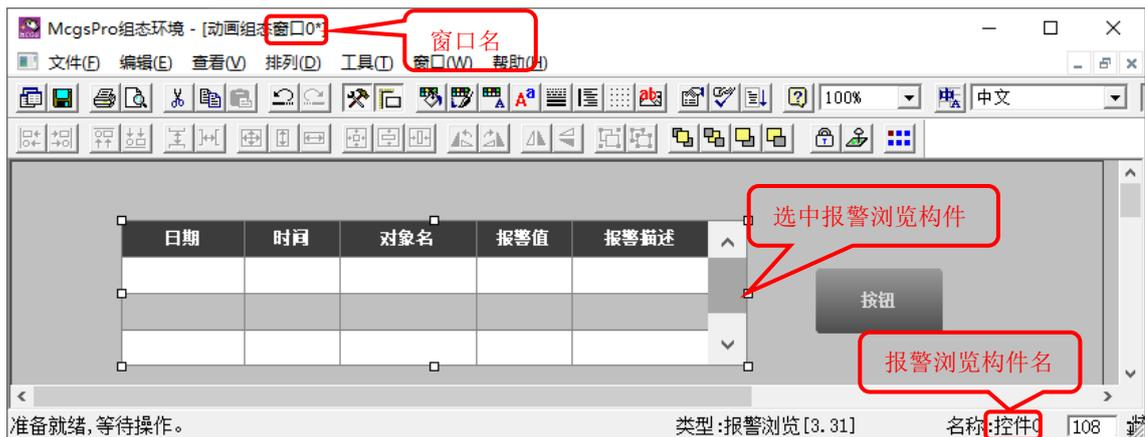

图 4.4-2 构件基础信息
- ③ 点击鼠标左键选中“报警浏览”构件，记住该构件的名称以及所在窗口。如图 4.4-2 所示的报警浏览构件位于“窗口 0”，名称为“控件 0”。
- ④ 双击图 4.4-2 中的标准按钮构件，如图 4.4-3 所示，在其“基本属性”页修改显示文本，如修改为“下一页”。